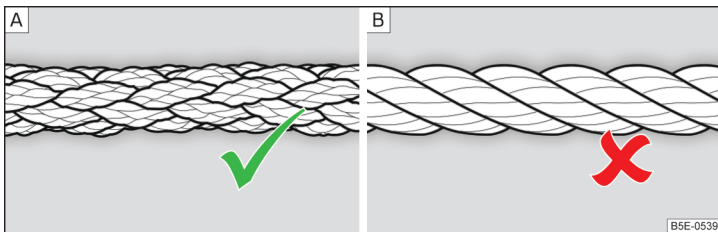

Fig. 251 Cablul de tractare împletit/cablul de tractare înfășurat
Pentru tractarea cu ajutorul unui cablu de tractare, folosiți numai un cablu din fibre sintetice » fig. 251 - [A] » !.
- La tractare nu utilizați cablu de tractare înfășurat » fig. 251 - [B], cârligul de tractare s-ar putea desface la autovehicul - există pericol de accident.